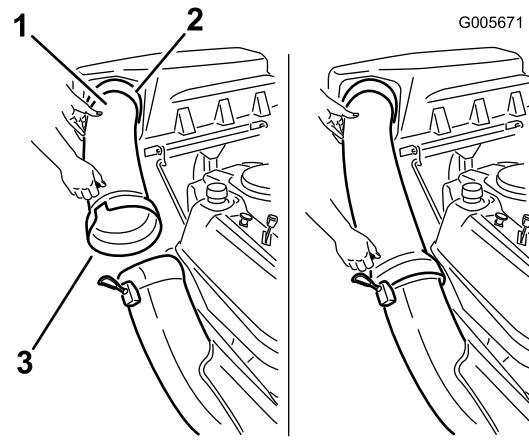

Figure 17
1. Glissez l'extrémité courbe du tube d'éjection dans l'ouverture du couvercle du dispositif de ramassage (Figure 17).
2. Glissez l'extrémité évasée du tube d'éjection sur l'extrémité de l'éjecteur. Accrochez la sangle en caoutchouc de l'éjecteur à l'ergot situé sur le tube d'éjection pour le fixer en position (Figure 17).